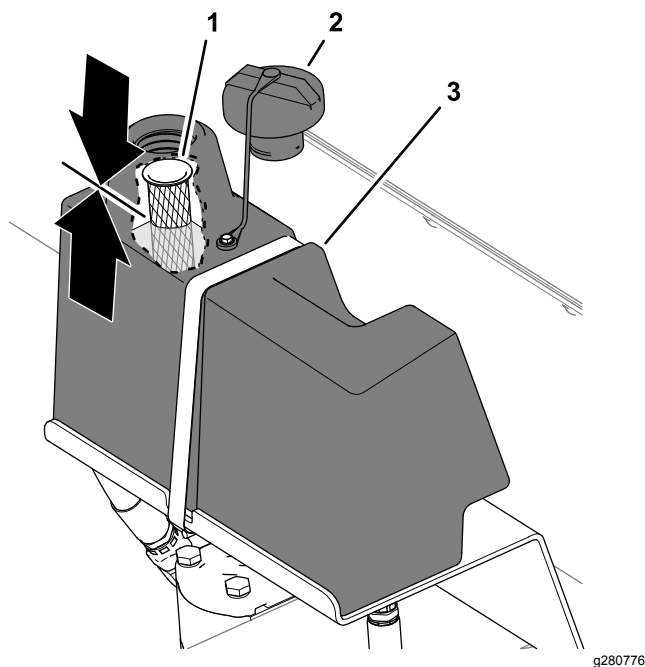

图35
2. 清洁液压油箱加油颈和油箱盖周围的区域并取下油箱盖 图35。
液位应达到距加油颈滤网一半的距离 图35。
5. 安装液压油箱盖 图35。
5. 清洁液压油箱加油颈和油箱盖周围的区域并取下油箱盖请参阅 检查液压油油位 (页码 21) 中的 图35。
8. 安装液压油箱盖请参阅 检查液压油油位 (页码 21) 中的 图35。